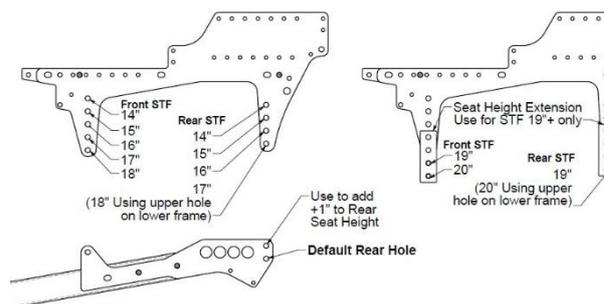

Abb. 17 Empfohlene Rollstuhlposition.
2. Bringen Sie den oberen Rahmen in die gewünschte Position (Abb. 17).